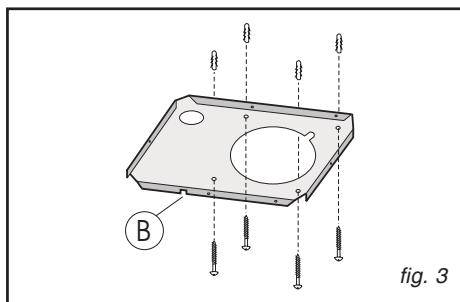
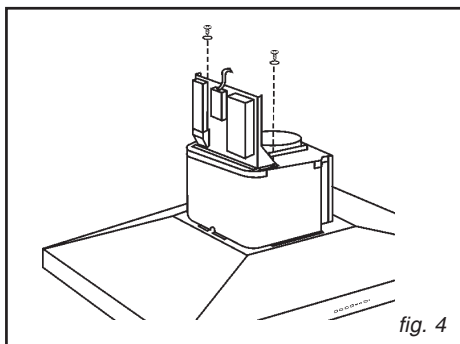

fig. 3
fig. 4
- Fixez l'étrier au plafond, à l'aide des vis et des chevilles fournies (Fig. 3); faites attention car le positionnement de l'étrier détermine la position finale de l'appareil: le côté avec la fente B correspond au côté opposé aux commandes. Monter la plaque circuit électrique en la fixant avec 2 vis et 2 rondelles (Fig. 4).